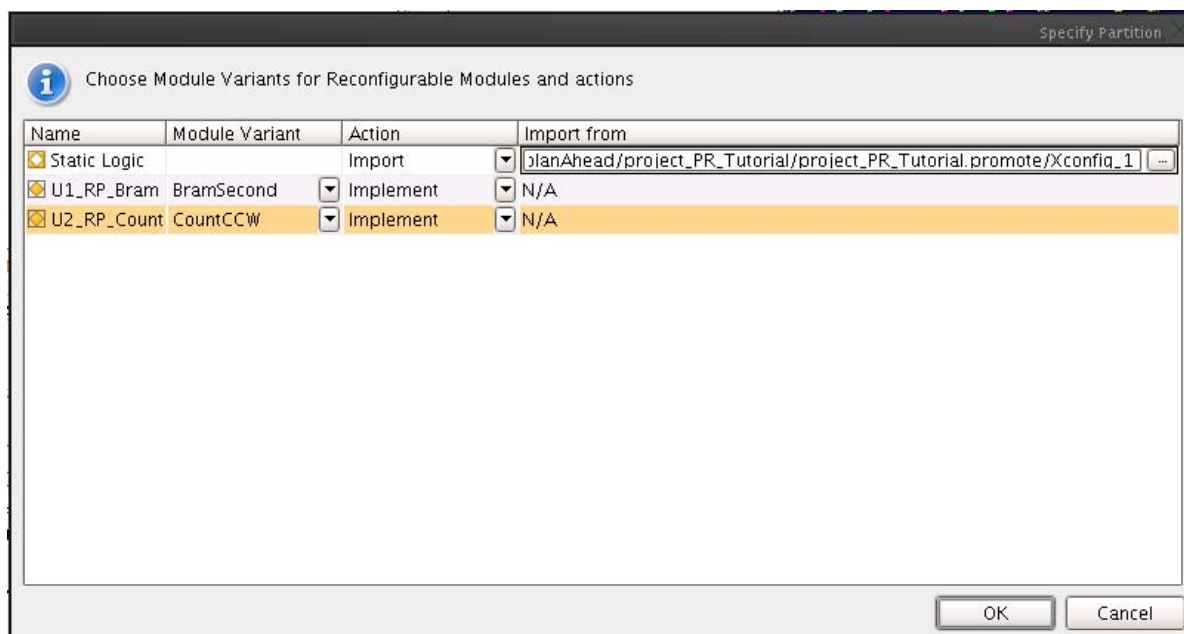

図 25 : [Specify Partition] ダイアログ ボックス (BramSecond/CountCCW)
6. BramSecond および CountCCW RM をインプリメントするコンフィギュレーションを作成するため、[Module Variant] 列をこれらの RM と同じように変更します (図 25)。